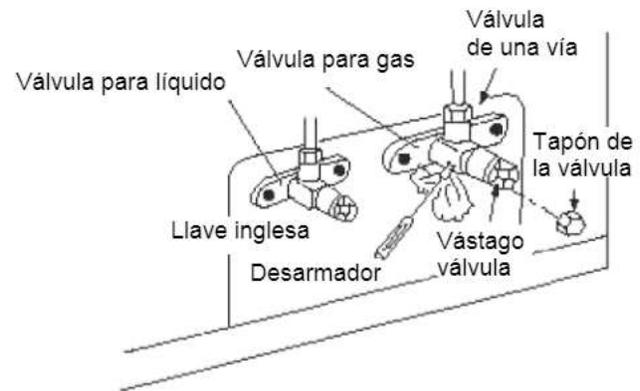

Fig. 9.13
6. Abra por completo las tapas de la válvula para líquido y la válvula para gas. (vea la Fig. 9.13).